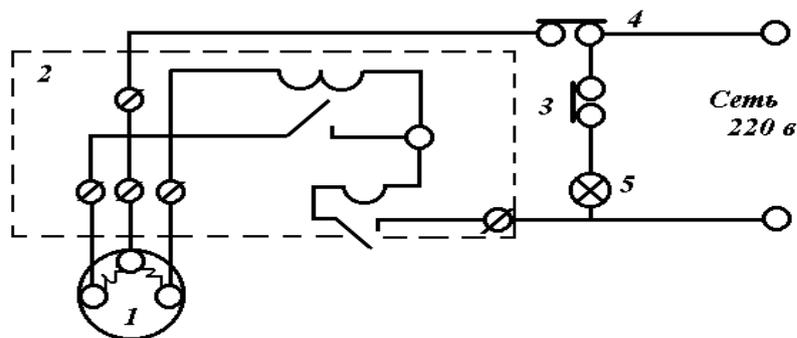

Рис.2Электрическаясхемахолодильника«Бирюса-2»:
Наиболее типичная электросхема холодильника (рис.2) состоит из силовой проводки, питающей электродвигатель (1) компрессора, и параллельно включенной осветительной проводки, служащей для освещения холодильной камеры.